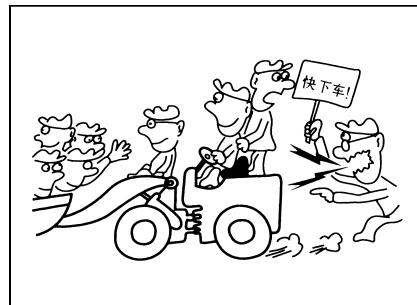

Рис.1–65
- Запрещается применить ковш как рабочую платформу или для погрузки людей (рис. 1–65).
- При движении по обычной дороге следует соблюдать правила уличного движения, не мешать уличному движению, особенно следует быстро проходить перекрестки (рис. 1–66).